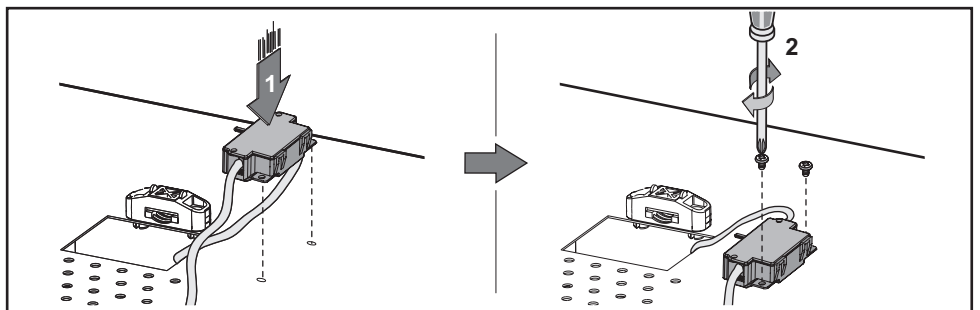

Fig.5
- Fissare la scatola alimentazione sulla parte superiore della cappa con le viti in dotazione (Fig.5).